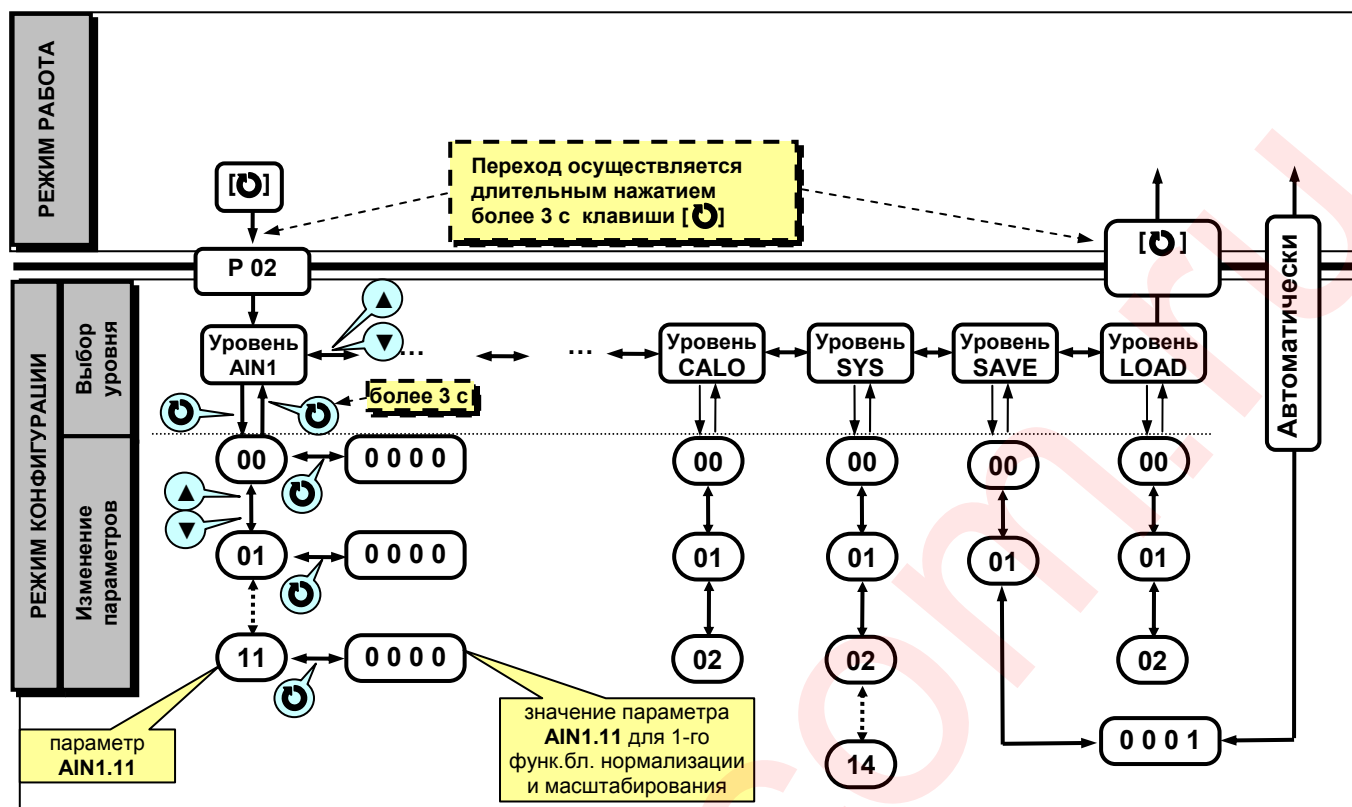

Рисунок 6.2 - Диаграмма уровней режима конфигурации и настроек
- Параметры, используемые в индикаторе ИТМ-12, сгруппированы в уровни и представлены на диаграмме – см. рисунок 6.2.
В дальнейшем по тексту руководства идет ссылка на параметр в виде XXXX.YY (например ALRM.00), где XXXX – название УРОВНЯ, а YY – номер пункта меню (смотри рисунок 6.2).